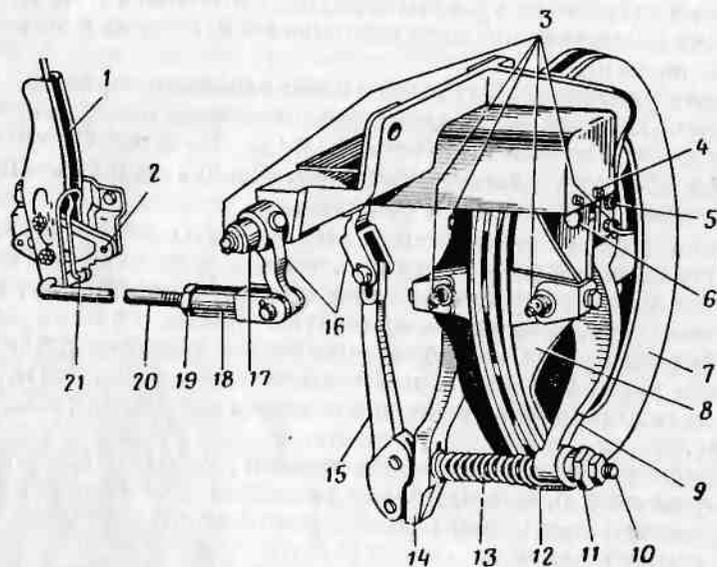

Рис. 142. Ручной дисковый тормоз:
Ручной тормоз (рис. 142) дисковый, колодочный, установлен на валу привода заднего моста раздаточной коробки.
1. Поставить рычаг 1 (рис. 142) в положение, соответствующее полностью отпущенным колодкам (расторженное), расшплинтовать и разъединить тягу 20, соединяющую его нижний конец с рычажной системой тормоза.